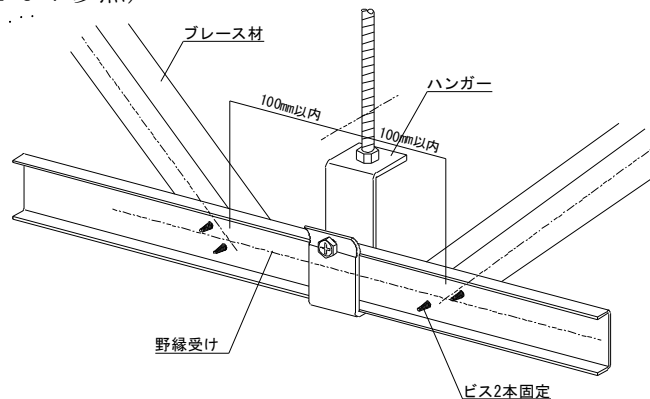

図2-6-7 野縁受け平行方向のブレース下部取付詳細
④ブレース下部は下図のように、野縁受けと平行方向には、野縁受けにブレース 1 本あたりビス 2 本固定とする。(図 2-6-7 参照)